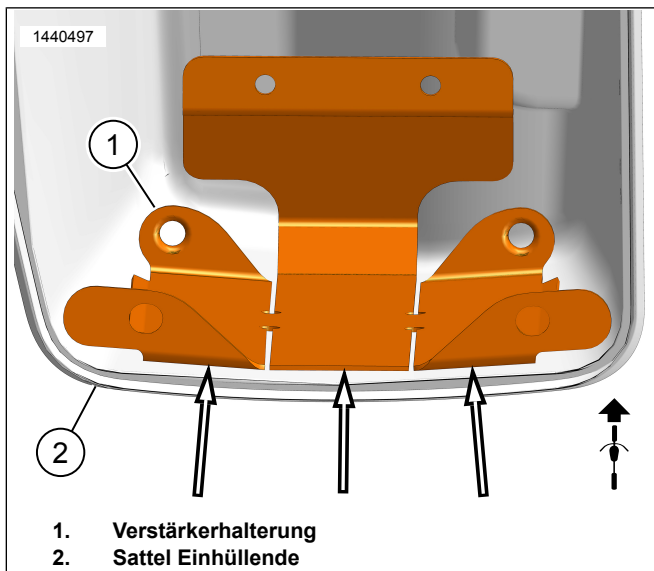

Abbildung 12. Sattel Einhüllende
- b. Abbildung 12 Die Schlitz in der Befestigungshalterung (1) zum Biegen und Anpassen an die Satteltaschenkontur (2) ohne Hin- und Herbewegung verwenden. Dadurch wird ein besserer Kontakt und eine bessere Haftung mit dem Klebeband gewährleistet. Die Schutzfolie des Klebebands zu diesem Zeitpunkt noch nicht abziehen.